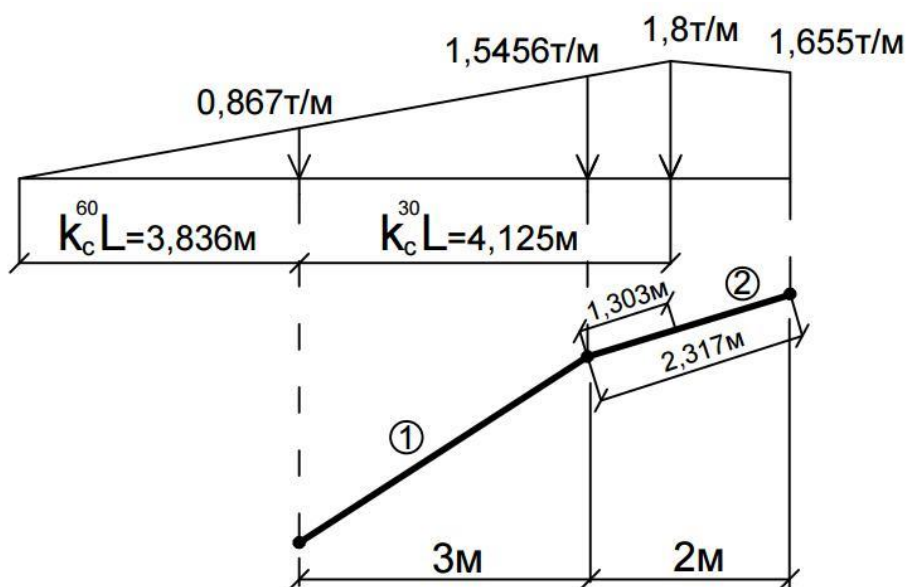
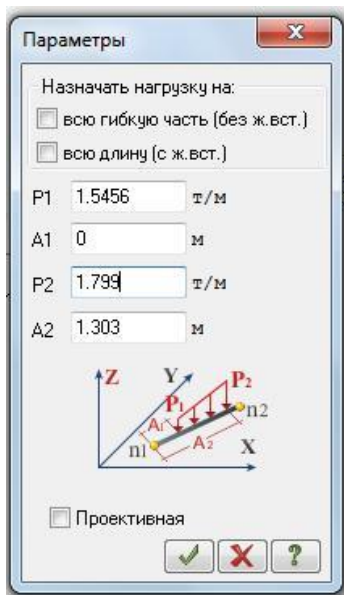
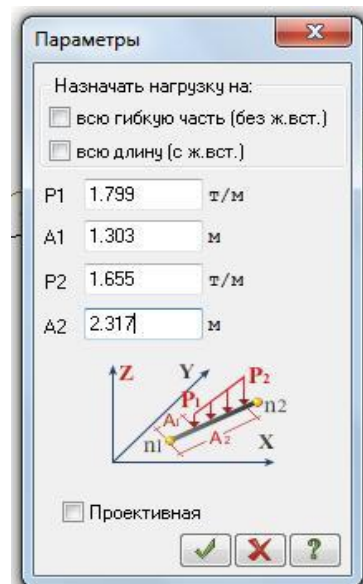

Рис.2.27. Определение значений нагрузок
Рис. 2.29. Задание неравномерно распределенной нагрузки
Рис. 2.30. Задание неравномерно распределенной нагрузки
- Неравномерная нагрузка: задайте в строках значения  $P1=0,867\text{т/м}$  и  $P2=1,5456\text{ т/м}$  (значения нагрузок определены по интерполяции рис.2.27) и отметьте пункт Вдоль оси Z. Нажмите кнопку Применить (рис. 2.28).
- И так же через окно Параметры задайте следующие параметры, определенные по интерполяции (рис.2.27),  $P1=1.5456\text{т/м}$ ,  $P2=1.8\text{т/м}$ ,  $A1=0$ ,  $A2=1.303\text{м}$  (рис. 2.29).
- Через окно Параметры задайте следующие параметры, определенные по интерполяции (рис.2.27),  $P1=1.799\text{т/м}$ ,  $P2=1.655\text{т/м}$  (рис. 2.30).